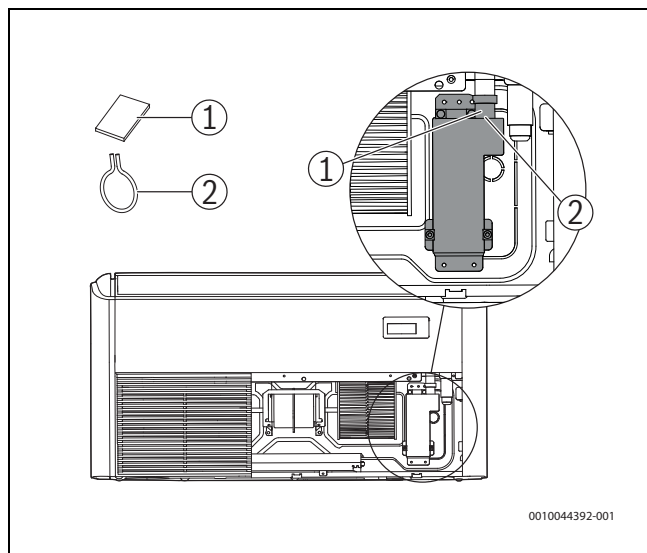

Fig. 72
- ▶ Scoateți spuma (→ fig. 72 [1]) din orificiul de evacuare a condensului, apoi demontați brida cu bandă elastică (→ fig. 72 [2]).
- ▶ Îndepărtați capacele supapelor de la nivelul unei perechi de racorduri (→ fig. 72 și 113, [1], [2] și [3]).